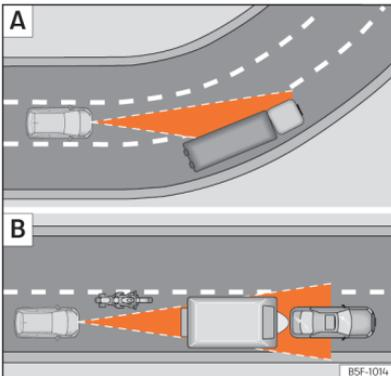

Abb. 134 [A] Fahrzeug in einer Kurve. [B] Vorausfahrender Motorradfahrer außerhalb des Erfassungsbereichs des Radarsensors.
Es ist möglich, dass die ACC das vorausfahrende Fahrzeug in der Kurve nicht erkennt oder die Entfernung zu Fahrzeugen einstellt, die sich auf anderen Fahrspuren befinden »» [Abb. 134]
- Versetzt fahrende Fahrzeuge oder Fahrzeuge, die außerhalb des Erkennungsbereichs des Sensors fahren, z. B. Motorräder »» [Abb. 134]